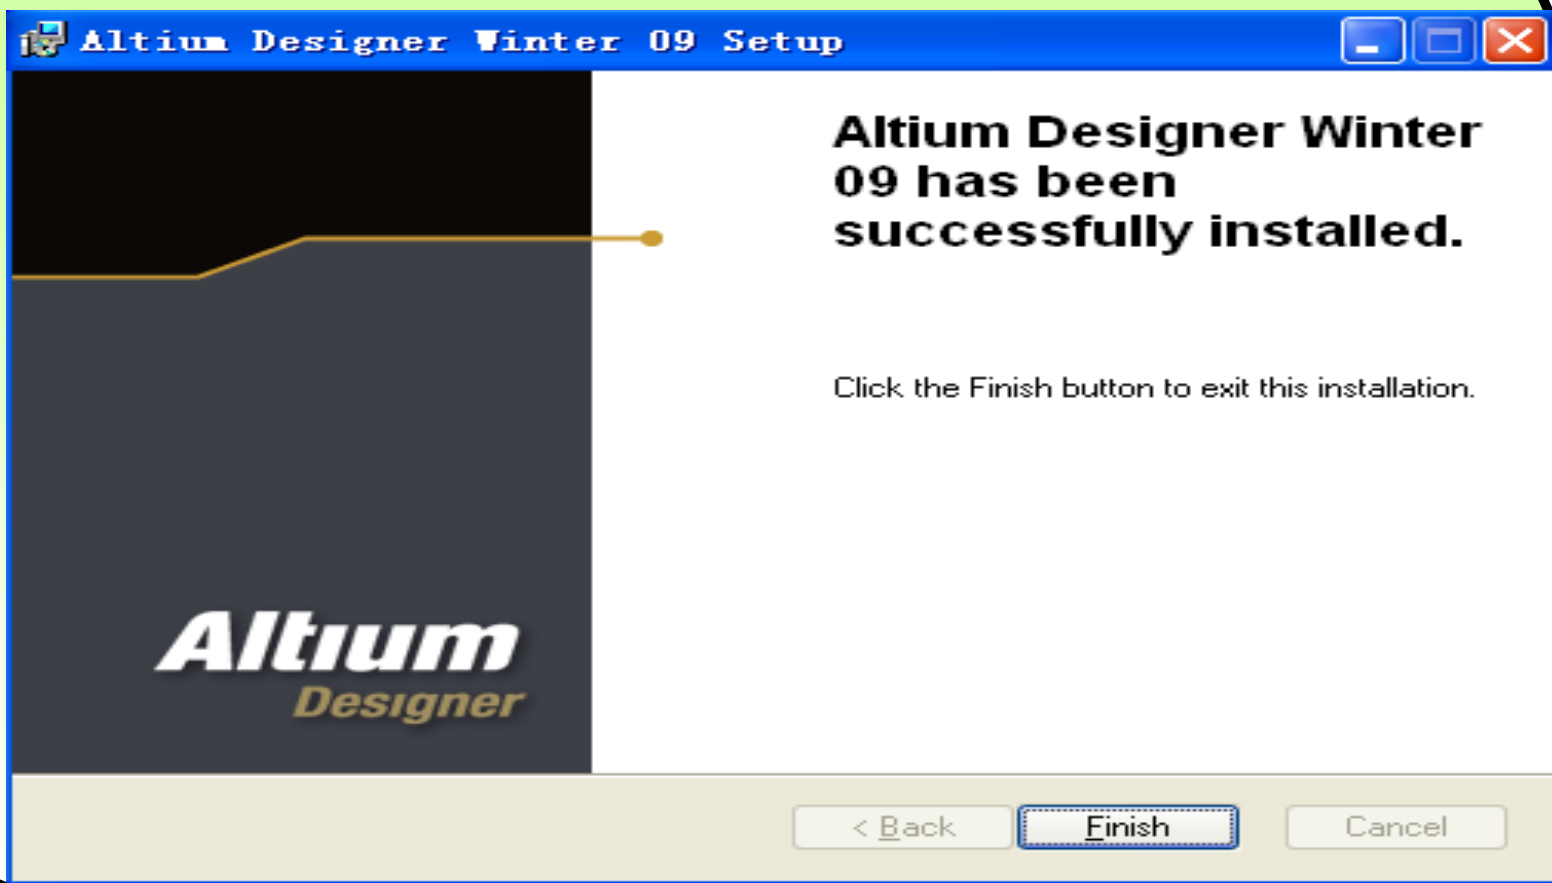

图1-10 安装结束视图
(10) 文件复制完毕后，系统弹出安装完毕窗口，单击“Finish”按钮，结束安装如图1-10所示。